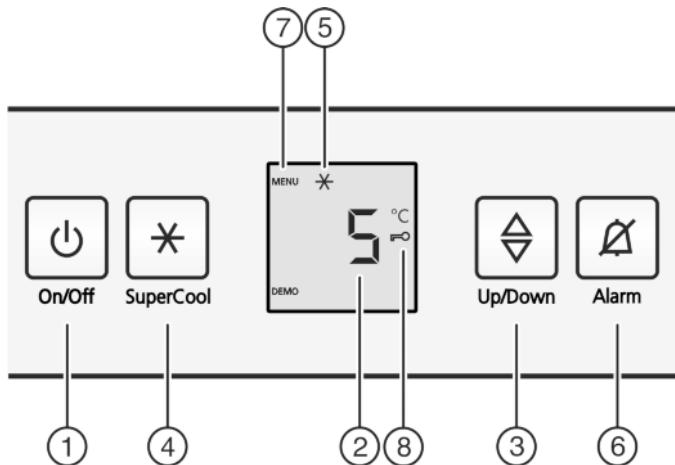

Fig. 2
- Натисніть клавішу On/Off. Fig. 2 (1).
- натисніть кнопку «SuperCool» Fig. 2 (4) і утримуйте її приблизно 5 секунд.
- На індикаторі відображається символ «Меню» Fig. 2 (7).
- Для підтвердження натисніть і відпустіть кнопку «SuperCool» Fig. 2 (4).
- На індикаторі світиться символ «Захист» Fig. 2 (8).
- Натисніть і відпустіть клавішу «On/Off». Fig. 2 (1).
- натисніть сигналну клавішу Alarm Fig. 2 (6).
натисніть кнопку настройки Fig. 2 (3).
- Зміна значення температури на 1 °C: натискайте кнопку настройки Fig. 2 (3), доки на індикаторі температури не висвітиться потрібна температура.
- натисніть і швидко відпустіть клавішу SuperCool Fig. 2 (4).
- Світиться символ SuperCool Fig. 2 (5).